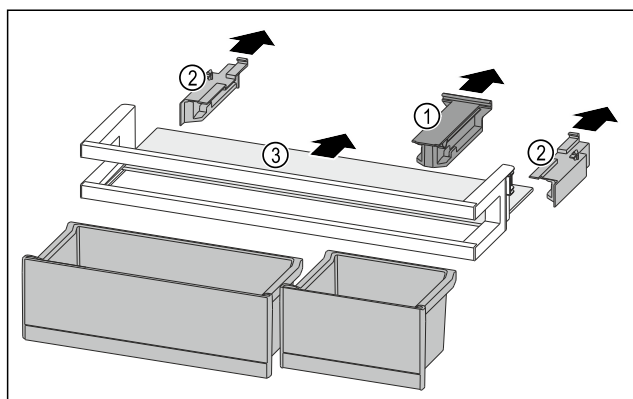

Fig. 230
- Retirer la pièce de retenue Fig. 230 (1).
- Retirer les parties latérales Fig. 230 (2).
- Retirer la tablette de rangement Fig. 230 (3).